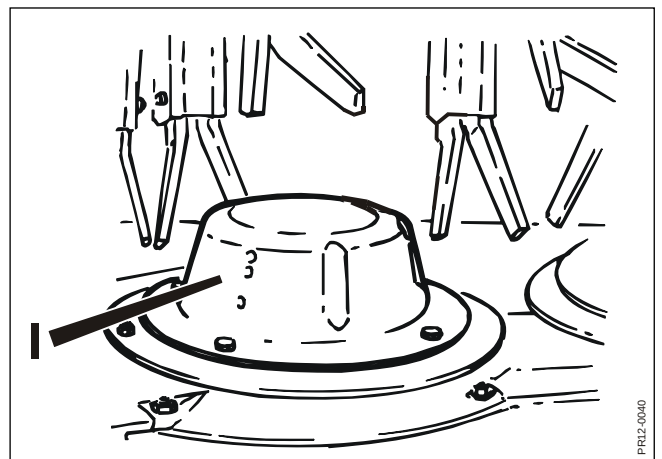

Fig. 5-7
**Fig. 5-7** De lave flowhatte **I** på de resterende skiver, bør rettes op, hvis de er deformerede, og om nødvendigt erstattes af nye. De bør afmonteres og rengøres for jord, støv og andet 2 - 3 gange pr. sæson.